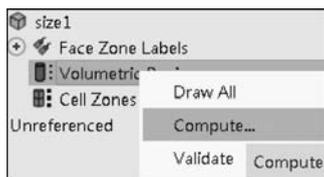
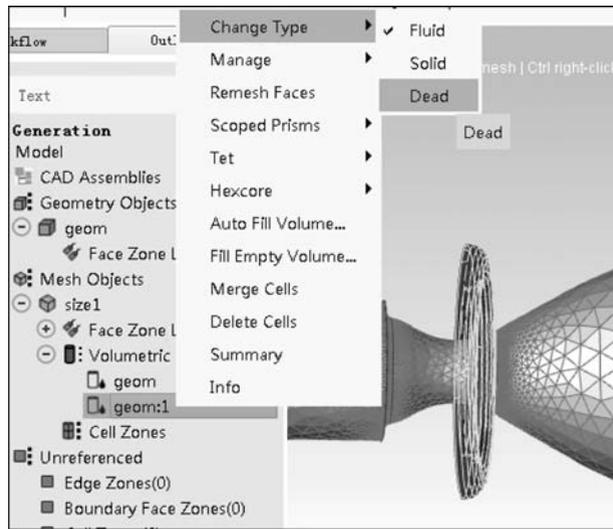

图 3.127 生成内部区域
图 3.128 修改死区
(13) 如图 3.127 所示,右击 Volumetric,选择 Compute,生成内部区域。默认情况下,生成的内部区域的类型为 Fluid,如图 3.128 所示,图中的环形区域不与任何其他流体域相通,也不参与流动,可以直接将其删除,还可修改为死区类型,当导入 Fluent 时,死区会被清